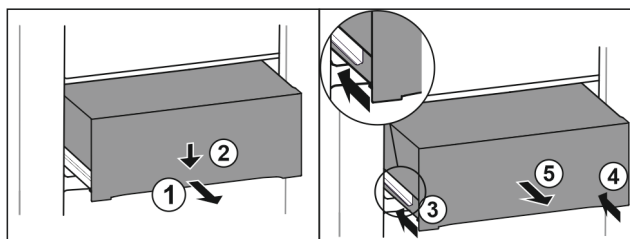

Fig. 121
- Predal izvlecite do polovice. Fig. 121 (1)
- Predal na sprednji strani potisnite navzdol. Fig. 121 (2)
- Levo vodilo potisnite približno 2 cm noter. Fig. 121 (3)
- Desno vodilo potisnite približno 2 cm noter. Fig. 121 (4)
- Predal vzemite ven v smeri naprej. Fig. 121 (5)